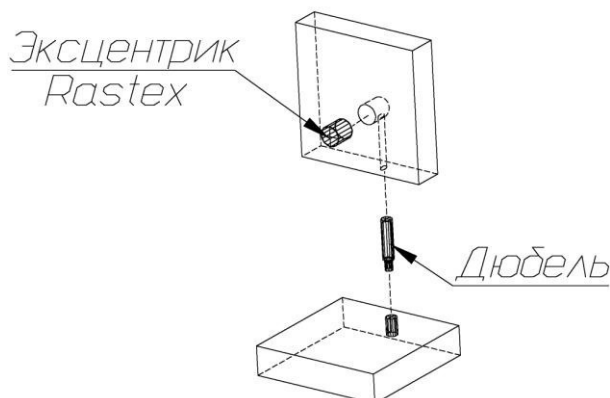

Рис. 1
1. В боковые стенки стола (42), (43), заднюю стенку (44) в имеющиеся отверстия установить эксцентрики, таким образом, чтобы стрелка была повернута в сторону отверстия в торце.
2. В отверстия диаметром 5мм на крышке (41) и боковых стенках стола (42), (43) ввернуть дюбели (рис.1).
3. Установить подпятники на нижние торцы боковых стенок (3), (03).